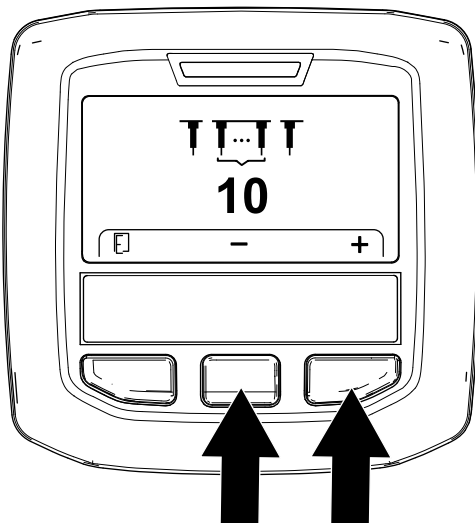

Bild 62
5. Stellen Sie die Anzahl der Tines (Bild 62) wie folgt ein: